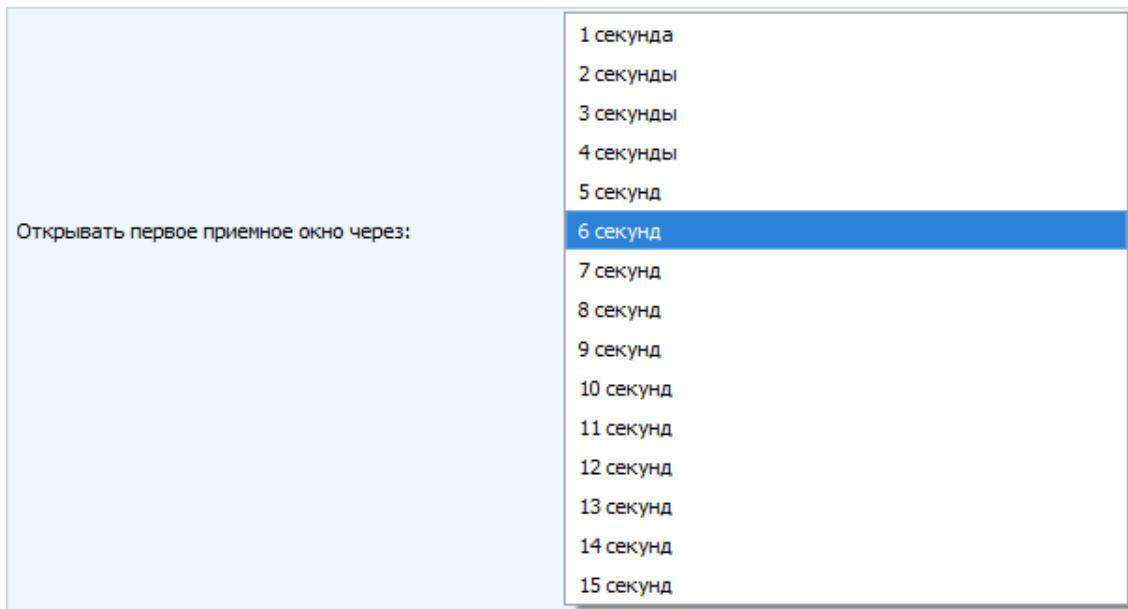

Рисунок 19 — Выбор времени открытия первого приёмного окна после передачи пакета
3.5.2.5 «Открывать первое приёмное окно через» (не отображается в режиме работы «Простой») – задаёт время, через которое счетчик откроет первое приёмное окно после передачи очередного пакета (рис. 19). Второе приёмное окно всегда открывается через 1 секунду после первого.